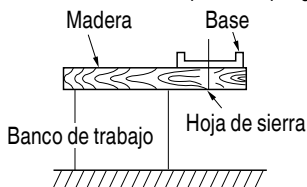

Fig. 11
- Prepare un banco de trabajo de madera (Fig. 11) Como la hoja de sierra sobresaldrá de la superficie inferior de la madera de trabajo, coloque ésta sobre un banco de trabajo para cortarla. Si, como banco de trabajo, utiliza un madero cuadrangular, tenga en cuenta el nivel del suelo para asegurar que quede adecuadamente estabilizado. Un banco de trabajo inestable resultaría en una operación peligrosa.